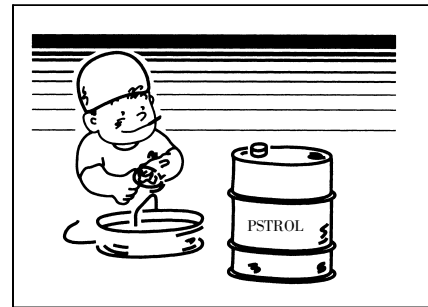

Рис. 2-4
- Строго запрещается курение при заправке или проверке электропитания. (Рис.2-4)